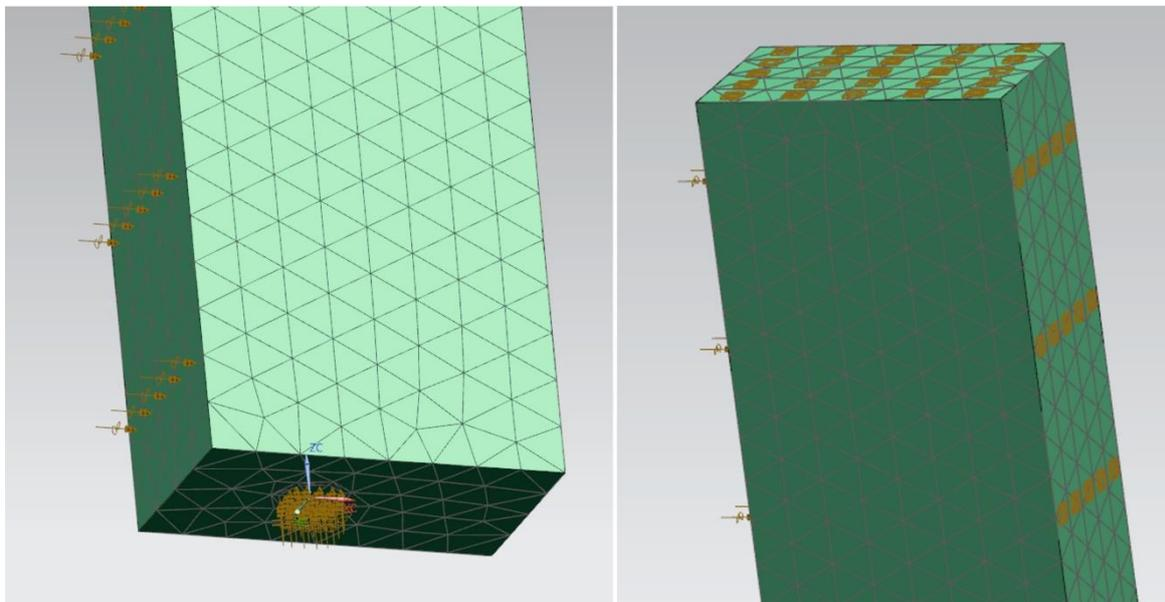

Рис. 2.7. Отображение граничных условий
7. Задайте граничные условия первого входящего потока – внешнего потока воздуха, облегающего трубу (рис. 2.7). Закладка панели инструментов «**Исходная**» – «**Тип объекта симуляции**» – «**Граничные условия потока**». В открывшемся окне настроек «**Граничные условия потока**» выберите тип «**Входной поток**», выберите грань куда входит поток. В группе «**Величина**» задайте скорость ветра w в м/с. Единицы измерения нужно перевести в соответствующий вид. Нажмите в группе «**Внешние условия**» кнопку справа «**Создание объекта моделирования**». В окне «**External Conditions 1**» установите свойство «**Температура и влажность**» – «**Задать**». Задайте значение температуры наружного воздуха t_B в нужной размерности и относительную влажность 40%. Нажмите «**Ок**».
8. Задайте граничные условия второго входящего потока – дымовых газов, моделируемых влажным воздухом (рис. 2.7). Закладка панели инструментов «**Исходная**» – «**Тип объекта симуляции**» – «**Граничные**
9. Задайте граничные условия для выходного потока. Закладка панели инструментов «**Исходная**» – «**Тип объекта симуляции**» – «**Граничные условия потока**». В окне «**Граничные условия потока**» выберите тип «**Открытие**» и выберите две грани воздушной среды: верхнюю и противоположную входящему потоку ветра (рис. 2.7). Нажмите «**Ок**». Открытые грани помечены квадратиками.